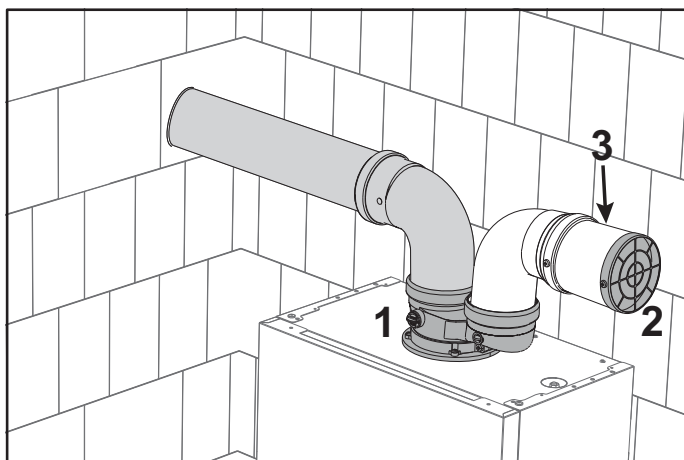

fig. 38- Rejilla de protección
Instale el accesorio inicial (1fig. 38 - cód. **041082X0**). En el conducto de entrada se tiene que montar la rejilla de protección (2 - fig. 38 - cód. **1KWMA85A**). Si es necesario, monte un manguito (3) entre la rejilla y el accesorio.